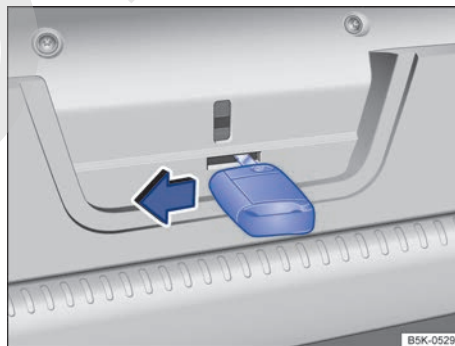

Fig. 86 En el portón del maletero: desbloqueo de emergencia del portón. ▶
- Introduzca el paletón de la llave en la abertura del portón del maletero → fig. 86.
- Presione la palanca de desbloqueo en el sentido de la flecha → fig. 86. El portón del maletero se desbloquea.